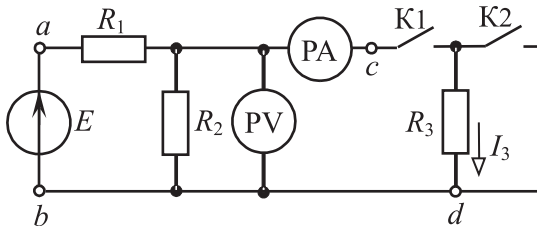

Рис. 1.6
**Задача 1.9.** В цепи (рис. 1.6) с помощью ключей K1 и K2 изменяется режим резистора сопротивлением  $R_3$ . При разомкнутых ключах K1, K2 вольтметр показывает напряжение холостого хода  $U_x$  на зажимах  $cd$ . При замкнутых ключах амперметр показывает ток короткого замыкания  $I_k$ . Доказать, что при замкнутом ключе K1 и разомкнутом ключе K2 (рабочий режим) ток